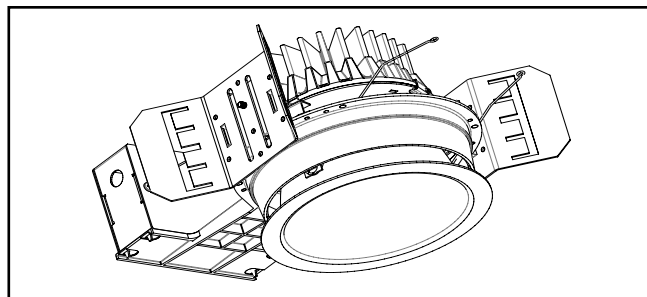

Figure 9
10. Installez le moteur lumineux à DEL et l'assemblage de la garniture en insérant les ressorts de torsion dans les récepteurs en spirale qui se trouvent à l'intérieur du boîtier (Figure 9).